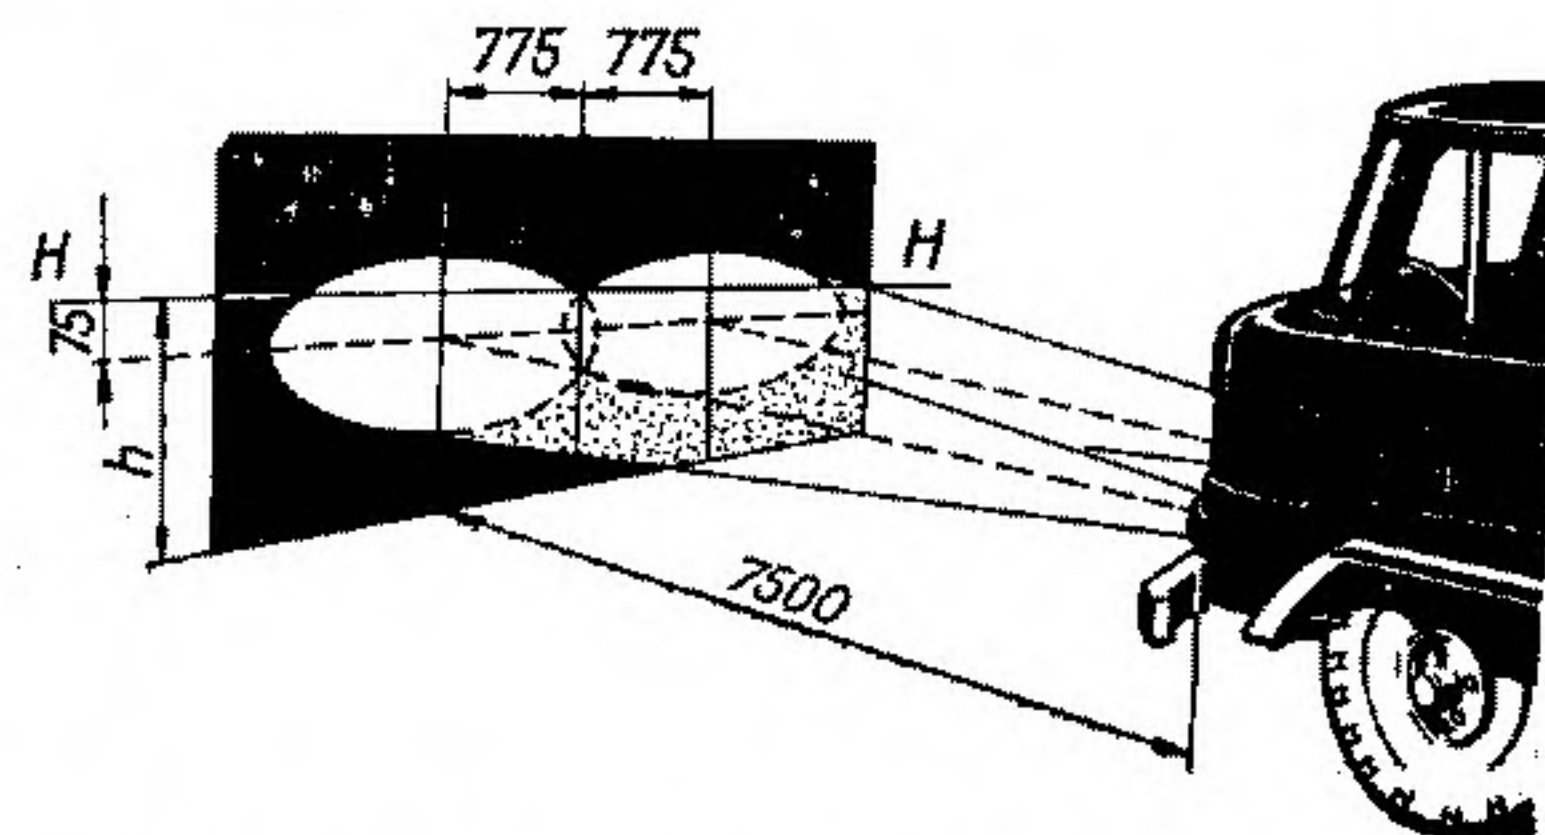

Рис. 40. Разметка экрана и установка автомобиля для регулировки фар с оптическим элементом ФГ105-В:
1. Установить автомобиль без груза с нормальным давлением в шинах на ровной горизонтальной площадке перед экраном на расстоянии 7,5 м (рис. 40).